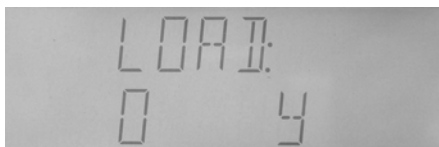

图 4—28 文件加载
- a) 在文件功能操作页，通过 $\boxed{\leftarrow}$ 或 $\boxed{\rightarrow}$ 键选择“LOAD”项，如图 4—28 所示。